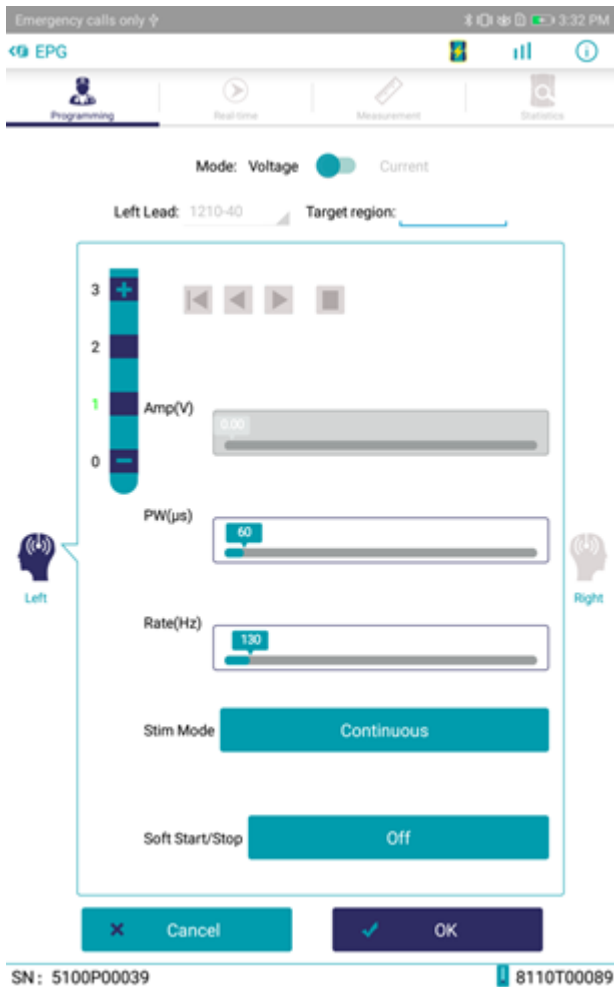

FIGURA 20: Ajustes de polaridad. \*
4. Configure las polaridades de los electrodos (Figura 20).